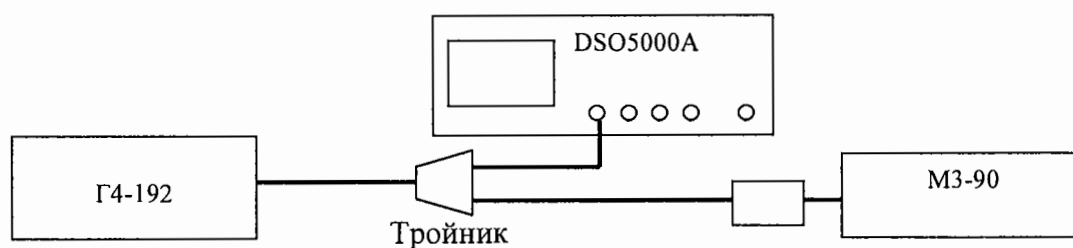

Рис. 2.
6.3.2.1 Собрать измерительную схему в соответствии с рис. 2.